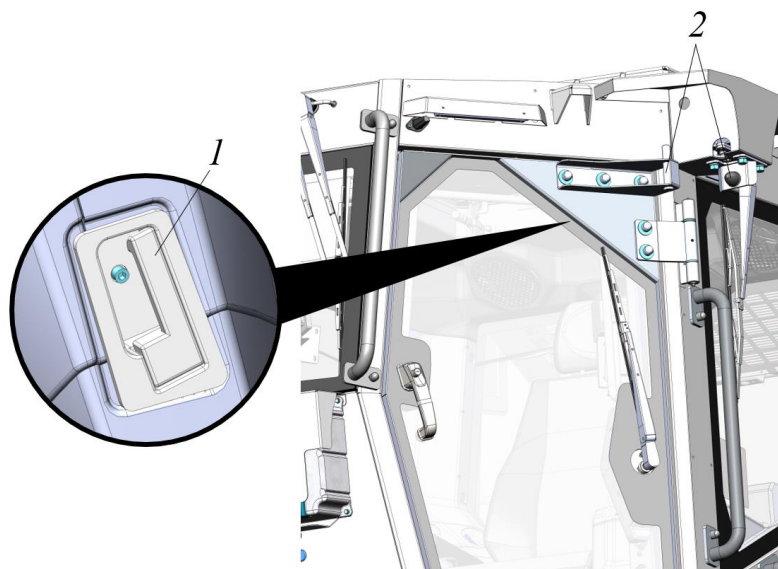

Рисунок 3.29. Разблокировка фиксатора двери
В полностью открытом положении дверь кабины оператора автоматически фиксируется блокиратором двери 2, см. рис. 3.29.
- Потянуть ручку 1 на себя, см. рис. 3.29.